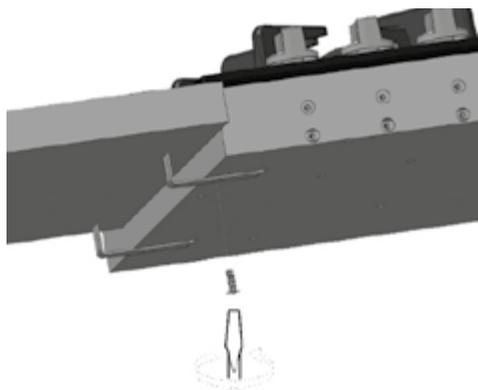

Fig. 3
- Inserire e posizionare il piano cottura nell'apertura praticata nel mobile e bloccarlo con le viti V dei ganci di fissaggio G (**fig.3**).